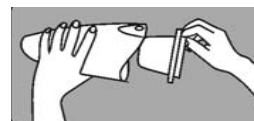

Fig. 6
2. Verifique que el filtro esté instalado, luego vuelva a colocar el recipiente de la tierra. (Fig. 6)